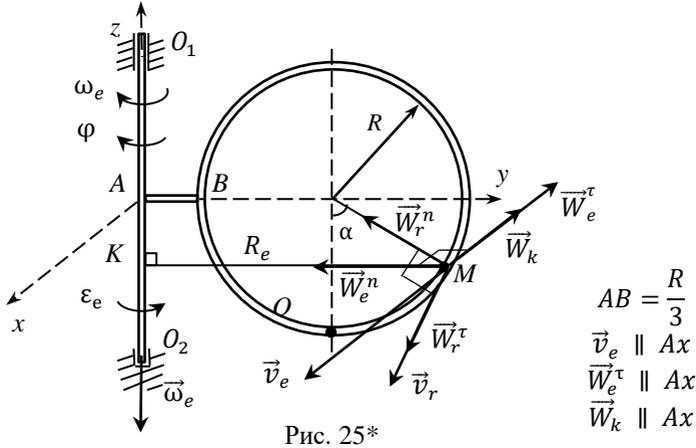

Рис. 25\*
*Пример 5.* Круглая пластина радиуса  $R = 6$  см (рис. 25\*) вращается вокруг оси  $O_1O_2$  по закону  $\varphi_e = 8t - 3t^2$  рад. Вдоль пластины по закону:  $\overline{OM} = S_r(t) = \frac{\pi}{3}R(4t^2 - 3t^3)$  см движется точка  $M$ . Определить абсолютную скорость и абсолютное ускорение точки  $M$  в момент времени  $t = 1$  с.